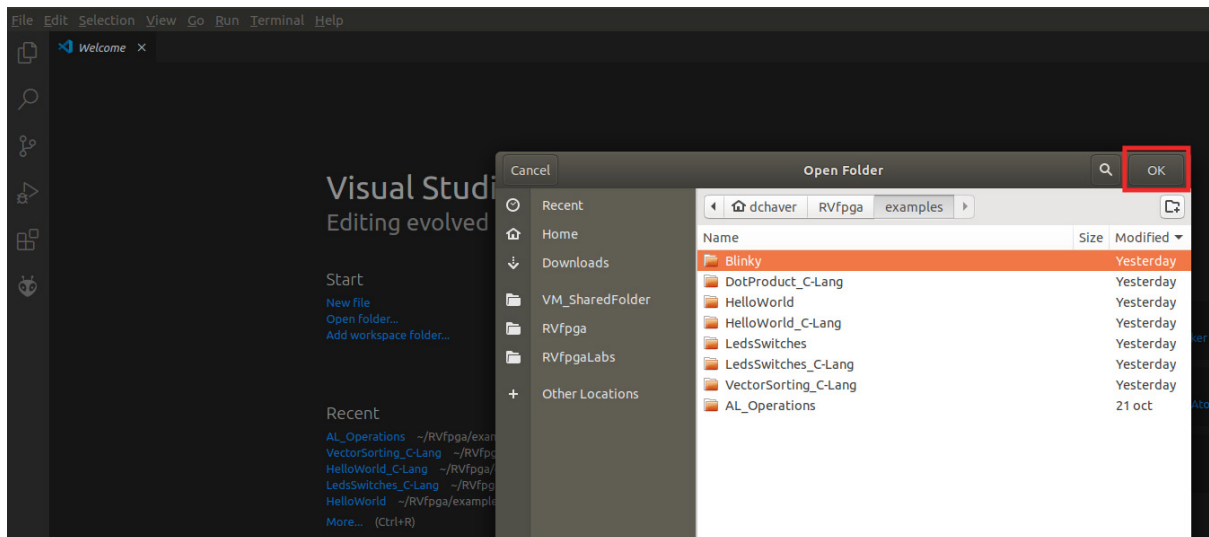

图50. Blinky程序文件夹
3. 选择目录*Blinky*，然后单击“OK”（确定）（图50）。